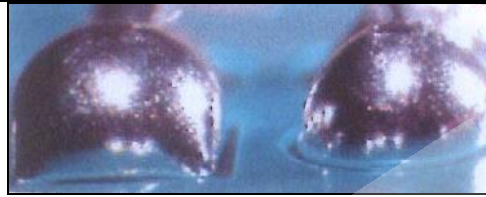

图 7
5.6 包焊：过多焊锡导致无法看见元件脚，甚至连元件脚的棱角都看不到（图7），不可接受。